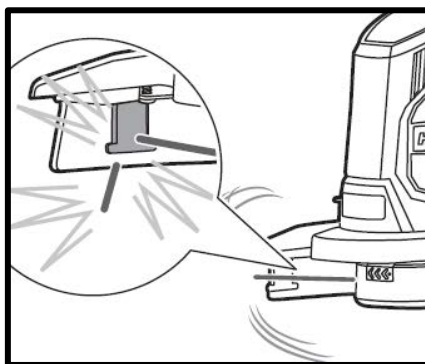

Рис.10
7.5. Регулировка длины нейлоновой лески. (Рис.10,10а,10b).
Перед первым запуском триммера убедитесь, что нейлоновая полоса касается либо проходит над режущим лезвием (Рис.10,10а,10b).
Рис.10а
Рис.10б
Длину триммера можно изменять и подстраивать под свой рост (Рис.10,10а):